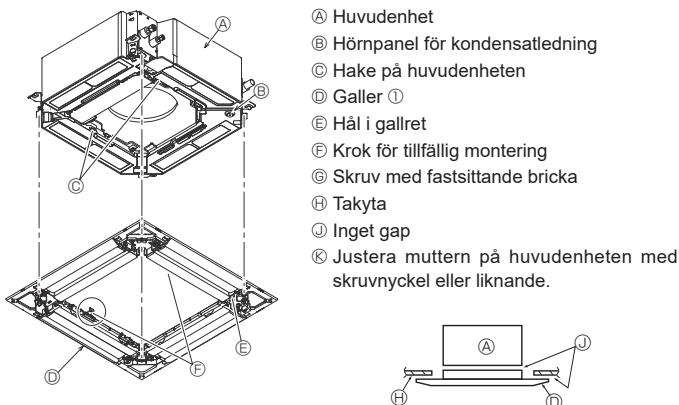

Fig. 9-6
### 9.4.2. Tillfällig montering av gallret (Fig. 9-6)
- Sätt fast gallret på huvudenheten genom att dra åt de förmonterade skruvorna. (Fig. 9-6)
Kontrollera att det inte finns några gap mellan huvudenheten och gallret eller mellan gallret och takytan. (Fig. 9-6)